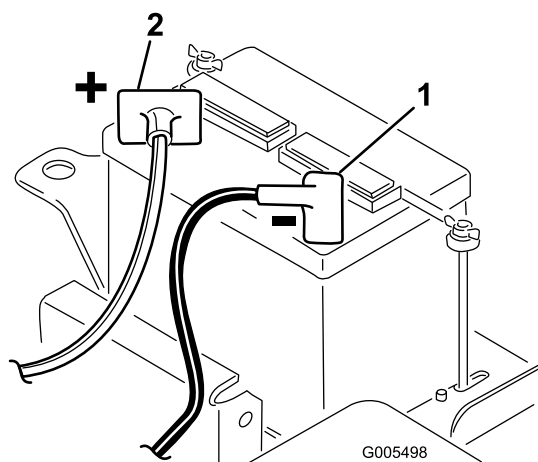

Bild 10
2. Schließen Sie das Pluskabel der Batterie (rot) vom Startermagnet an den positiven Pol (+) der Batterie an (Bild 10). Ziehen Sie es mit einem Schraubenschlüssel an und überziehen Sie die Klemmen/Pole mit Vaseline. Achten Sie darauf, dass das Kabel nicht mit dem Sitz in Berührung kommt, wenn der Sitz ganz nach hinten gestellt ist, da das Kabel ansonsten abgenutzt oder beschädigt werden kann.